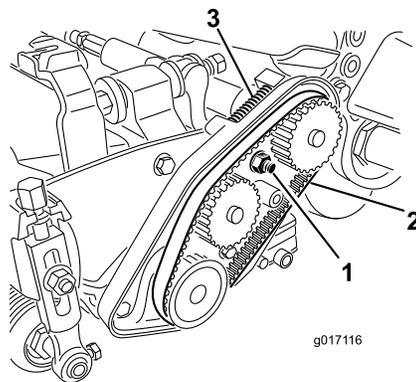

图48
- A. 松开轴承座安装螺母（图48）。
- C. 清除皮带舱内部和压缩弹簧周围的任何杂物（图48）。